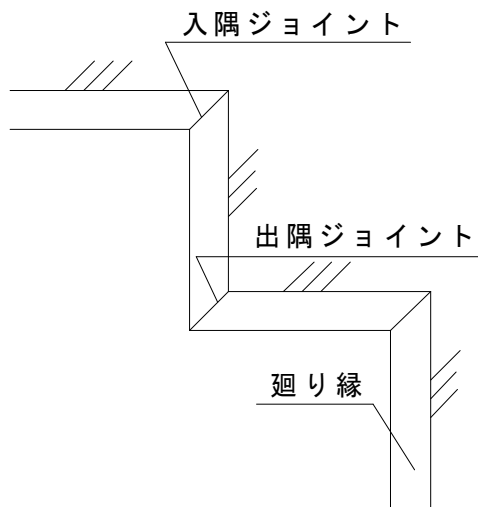

図2-5-2 廻り縁の取付け①(廻り縁の出隅、入隅)
②切断時は金切り鋸を用いて切断し、切断部分はヤスリ(細目)にて面合わせをすること。
- ③廻り縁のジョイント部は必ず専用の廻り縁ジョイントを使用し、出隅および入隅については、廻り縁を約 45 度で切断して廻り縁ジョイント(出隅または入隅)により接続すること。(図 2-5-2、図 2-5-3 参照)